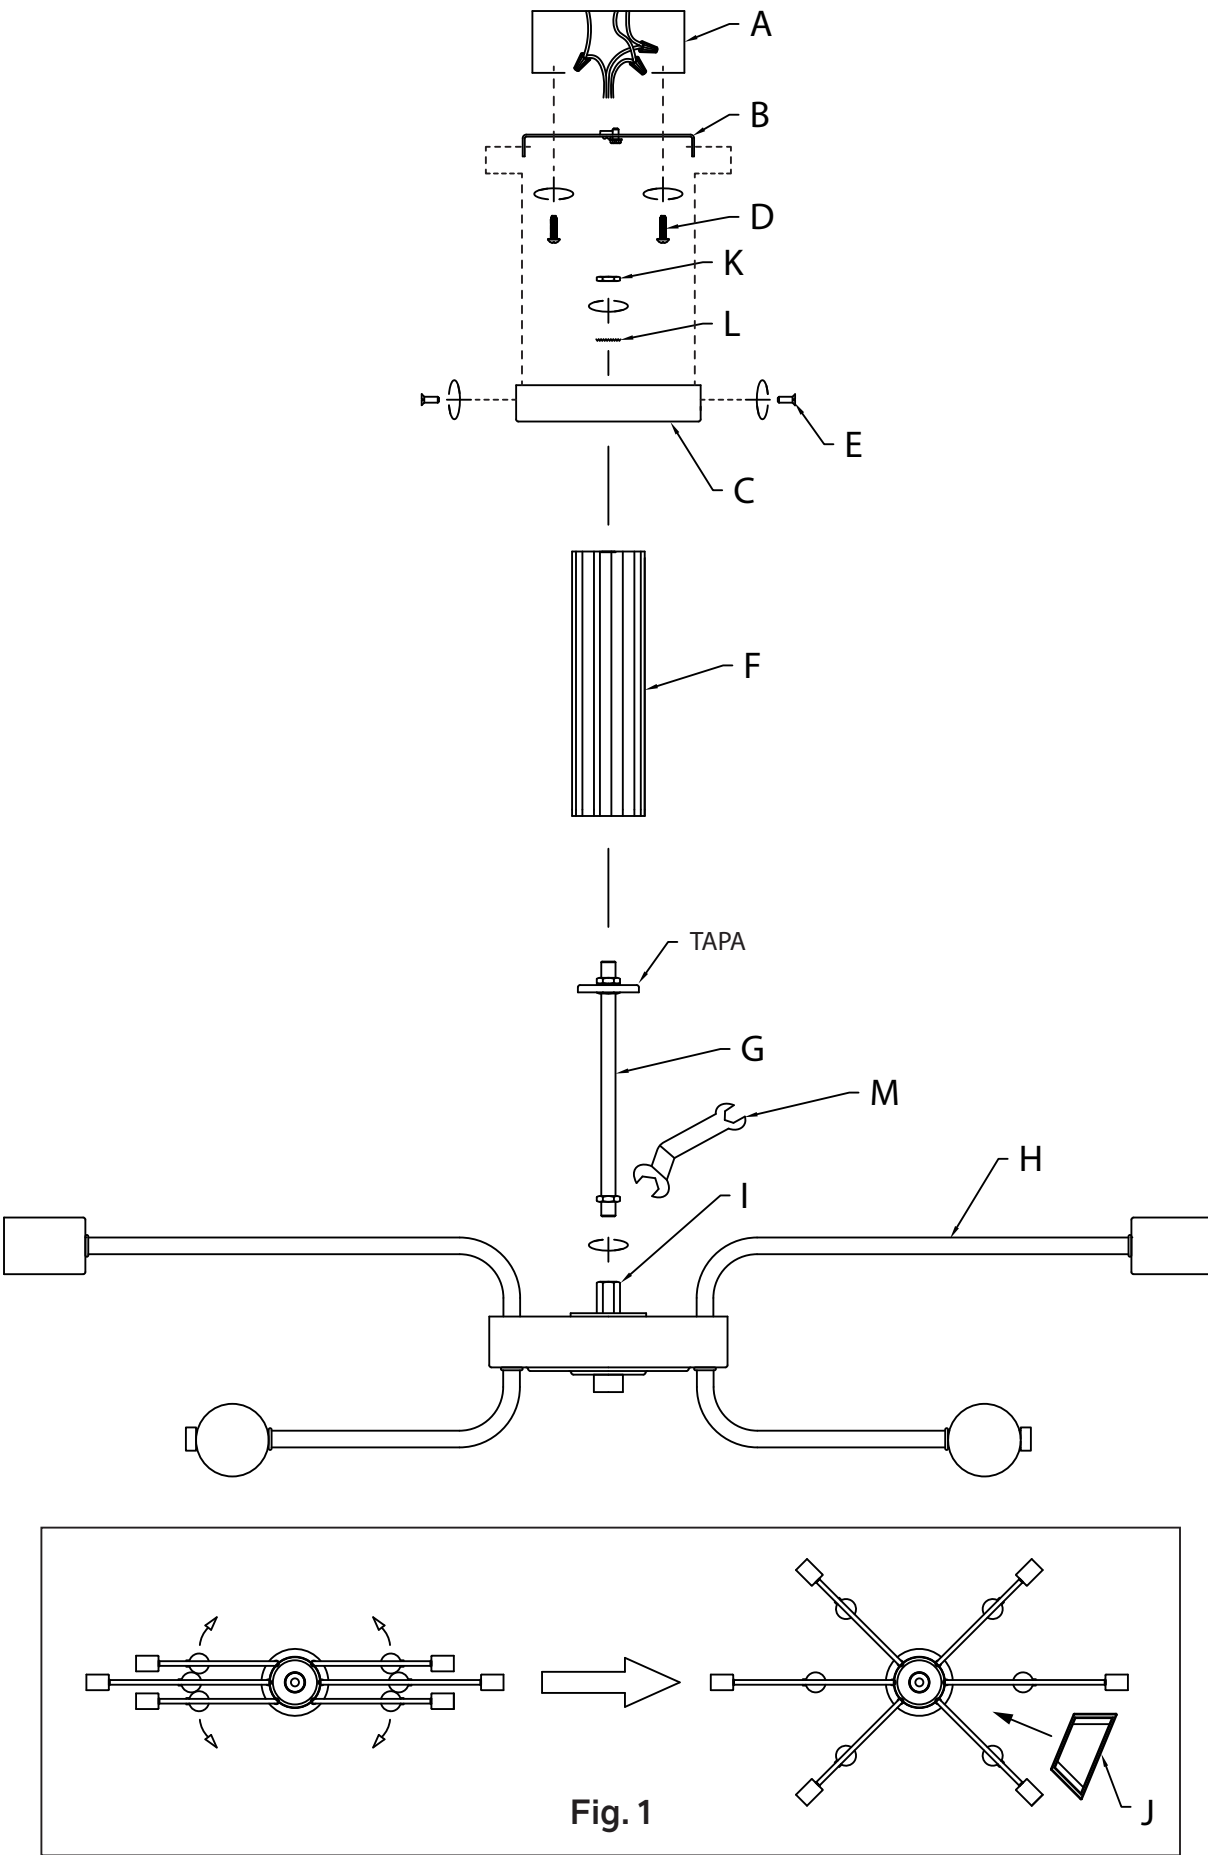

Fig. 1
- Rotate fixture arms into position as shown (Fig. 1).
- Tournez les bras du luminaire en position (voir Fig. 1).
- Gire los brazos del artefacto hasta su posición, tal como se muestra (Fig. 1).